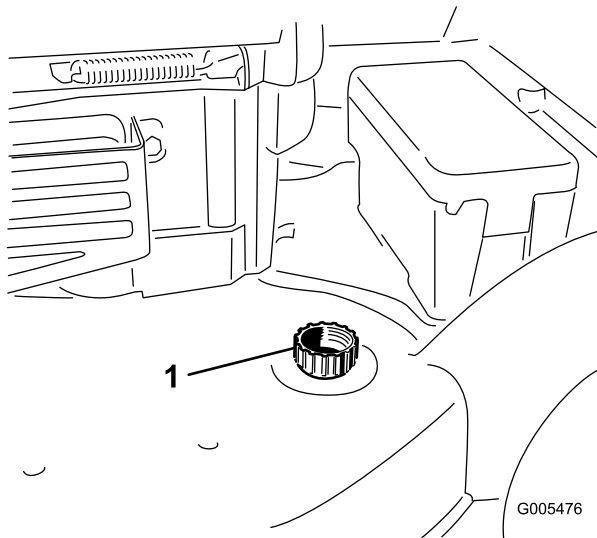

Bild 43
3. Befestigen Sie einen Gartenschlauch, der an einen Wasserhahn angeschlossen ist, am Wasseranschluss am Rasenmähergehäuse (Bild 43).